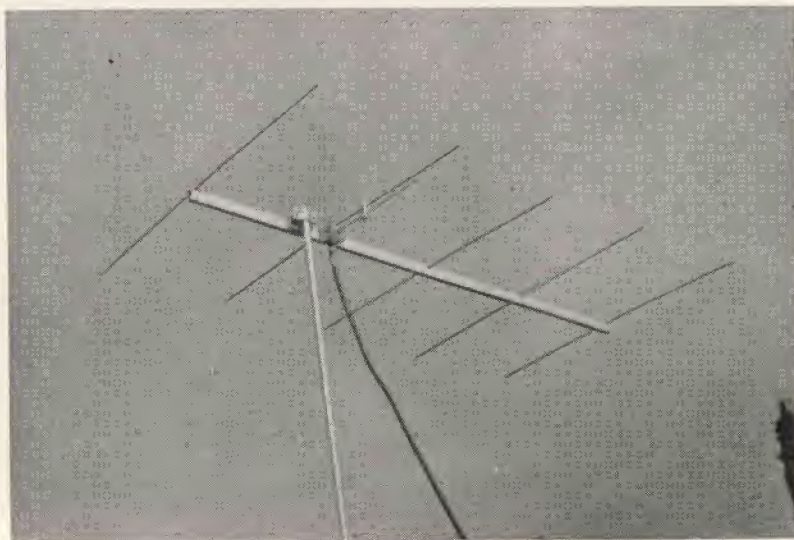
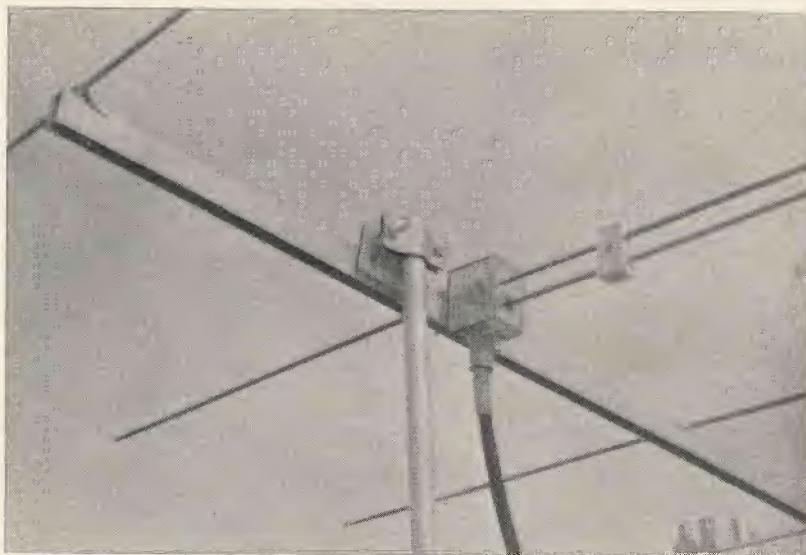

Figura 1
Figura 2 - Adattatore d'impedenza a «gamma match»
Pertanto, per tagliare la testa al toro, dopo una ulteriore esortazione a fissare sempre a priori una data qualità di linea di discesa da usare, presenterò qui semplicemente una 5 elementi (figura 1) per 144 MHz con adattatore a gamma (gamma match) (figura 2).
b) con il morsetto di cortocircuito spostabile (figura 2) si può trovare facilmente il **punto** critico per **adattare** all'antenna, «**sul posto**», un cavo qualsiasi, cioè anche quello di cui non sappiamo l'impedenza.